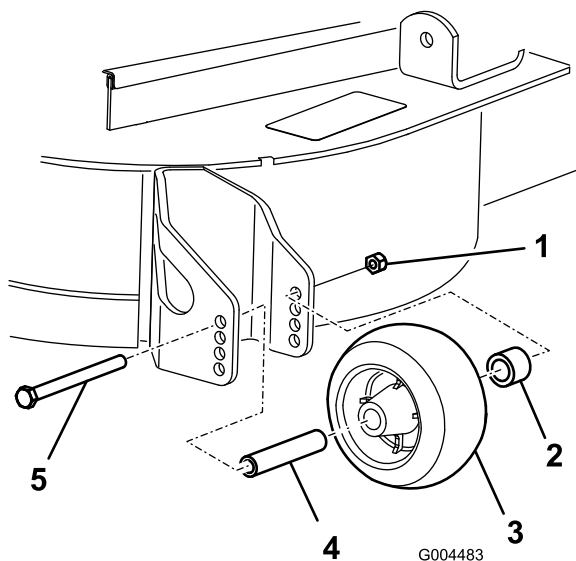

図 18
- 刈高を変更後、ローラのフランジ・ナット、ブッシュ、スペーサ、ボルトを外して (図 18)、ローラの高さ調整を行う。
- フランジ・ナット、ブッシュ、スペーサ、ボルトを取り付ける。ボルトを54-61 Nm (5.6～6.2 kg.m) にトルク締めする (図 18)。